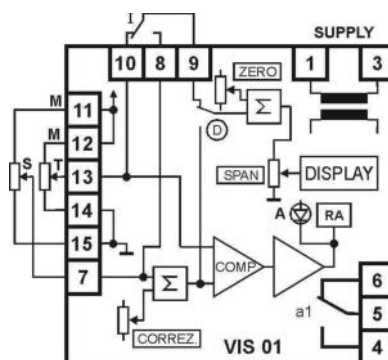
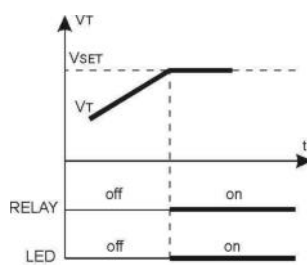

Fig.1
Fig.6
Il dispositivo alimenta due potenziometri esterni uno con la funzione di TRASDUTTORE (T) rileva la quota ed uno con la funzione di SET (S) che fissa il valore della quota a cui fare avvenire l'intercettazione (eccitazione del relé RA) fig. 6.
Mediante CORREZIONE é possibile correggere (diminuire) il valore di SET per compensare l'inertzia del sistema. (vedi fig. 1).
Il deviatore D in fig. 1, che permette di visualizzare il valore set + correz non é normalmente equipaggiato, per cui il
The device supplies two external potentiometers; the first performs as TRANSDUCER (T) measuring the position of the slider potentiometer; the second performs as SET (S) fixing the value at which the interception takes place (RA relay change over) fig. 6. The values of T or S can be displayed by means of the external selector (I). The ZERO and SPAN regulations are used to adjust the display reading. The regulation CORREZ is used to decrease the SET value in view of compensating the system inertia (see fig. 1).
The deviator D (see fig. 1), used to display the value set + correz is equipped only on request. Therefore in
Vedere fig. 1.
**INSTALLATION :** See fig. 1.